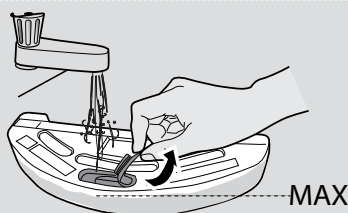

Fig. 14
2. Abrir a tampa de borracha do tanque de água, enchê-la com água e fechá-la novamente. [Fig. 14]